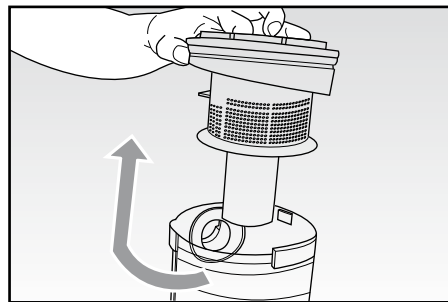

Fig. 11
- rimuovere il filtro completo ruotandolo in senso orario (Fig. 11).